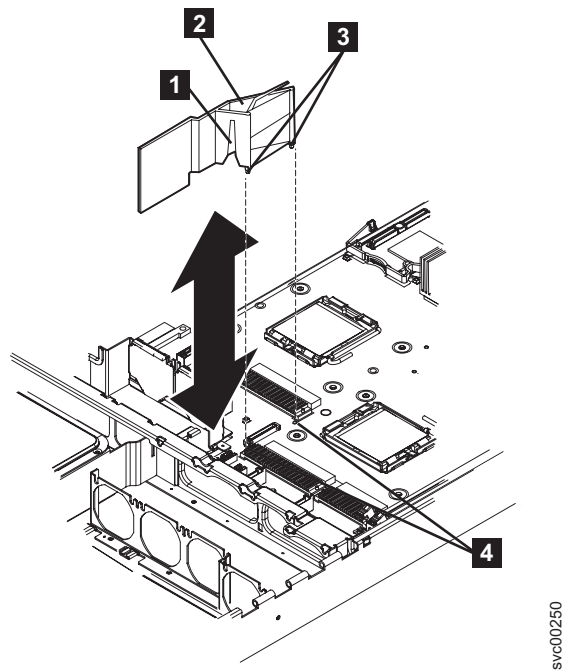

図 206. エア・バッフルの取り外し
6. エア・バッフル (627 ページの図 206の **2**) を取り外します。